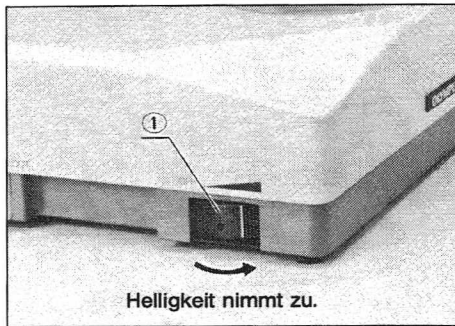

Abb. 13
- 1) Den Helligkeitsregler ① in Pfeilrichtung drehen, um die Glühlampe einzuschalten. (Abb. 13)